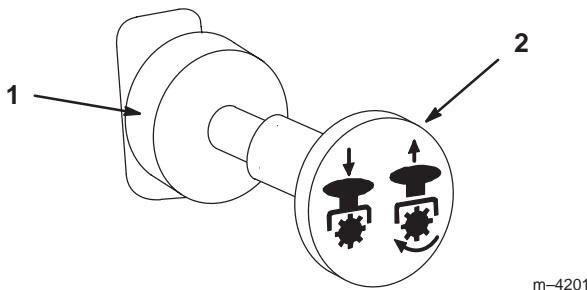

Figure 19
- Tirez sur la commande de prise de force (PdF) pour l'embrayer (Fig. 19).
- Repoussez la commande de PdF pour la débrayer (Fig. 19).